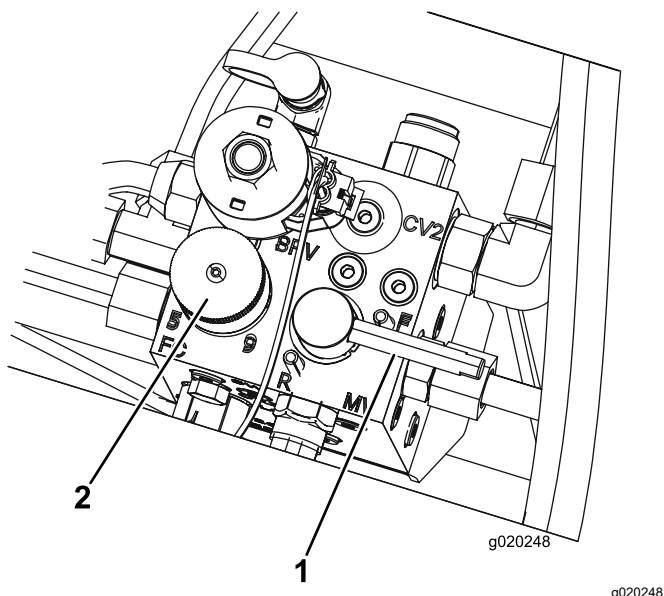

Рисунок 83
5. Установите регулятор скорости барабана в положение 1 (Рисунок 83).
6. Установите рычаг заточки обратным вращением в положение R обратное вращение (Рисунок 83).